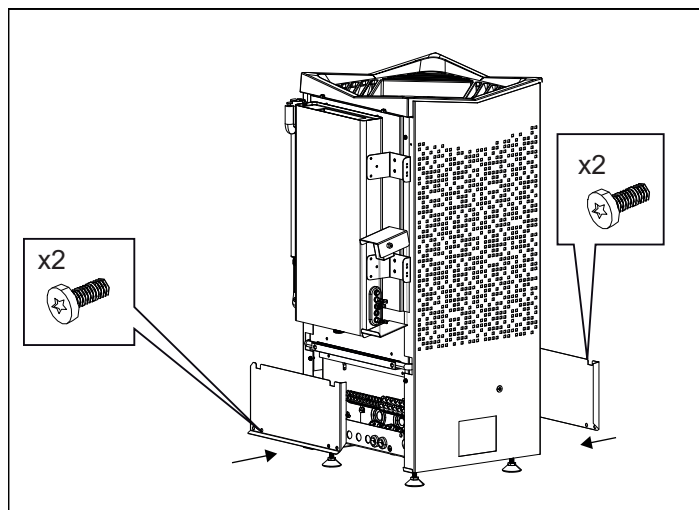
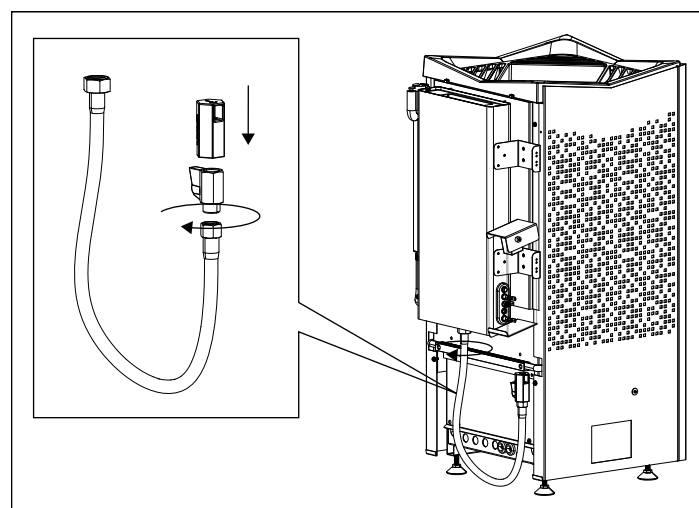
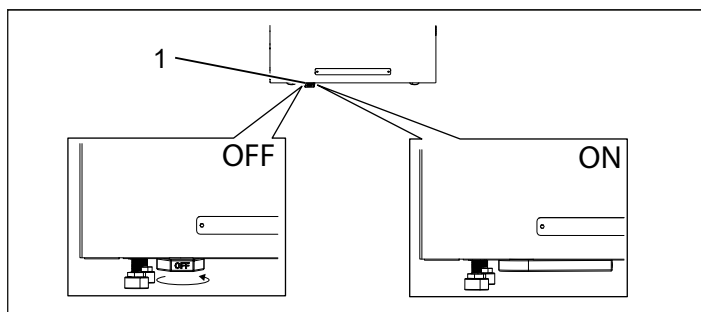

Afbeelding 11: Elektrisch compartiment
Afbeelding 12: Trek de lade uit voor gemakkelijker toegang.
Afbeelding 20 Schematisch diagram van installatie Crown Combi Elite
5. Sluit het netsnoer aan (zie afbeelding 11) volgens het bedradingsschema (zie afbeelding 18).
6. Voer de kabels voor het bedieningspaneel en de temperatuursensor door de kabeldoorvoeren (zie afbeelding 11). Sluit de kabel van het bedieningspaneel aan op een van de vier RS485-contacten (posities 6-9) (zie afbeelding 20).
7. Sluit de kabel van de luchtvochtigheids- en temperatuursensor aan (posities 6-9) (zie afbeelding 20). Trek de lade naar buiten om de kabels uit te trekken en de trekontlasters vast te draaien (zie afbeelding 12).